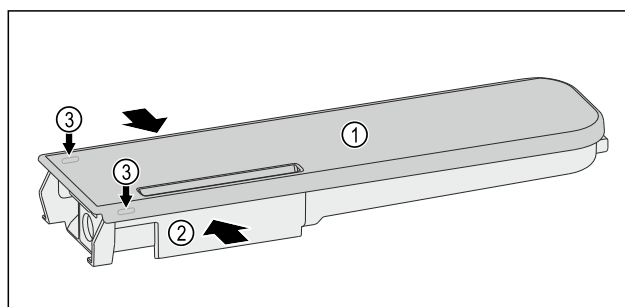

Fig. 241
- Ngjishni enën e ujit Fig. 241 (2) dhe ngrini e tërhiqni lart me kujdes kapakun Fig. 241 (1) nga gjuhëzat e kapjes Fig. 241 (3).
- Lëvizni lehtë kapakun Fig. 241 (1) përpara dhe mbrapa dhe hiqeni nga lart.